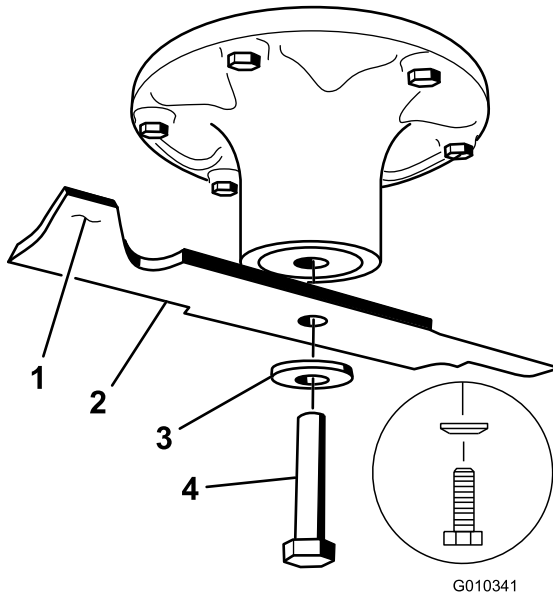

Figura 70
2. Retire el perno de la cuchilla, la arandela curva y la cuchilla del eje (Figura 70).